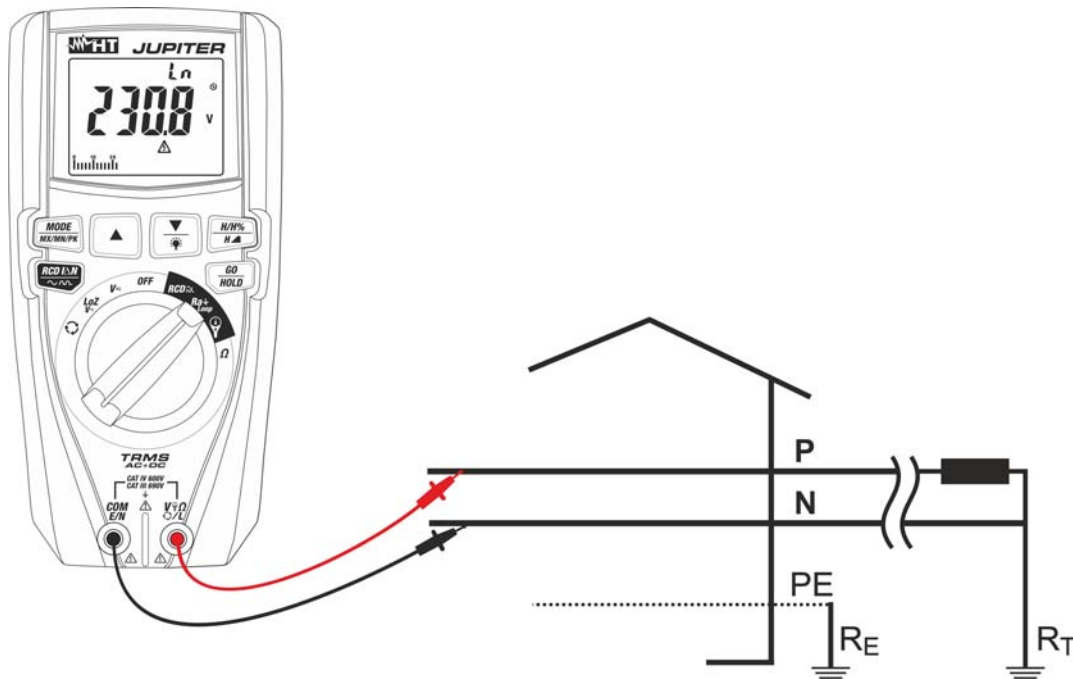

Abb. 26: Verwendung des Geräts zur Messung der Schleifenimpedanz Loop L-N mit Messleitungen
8. Zur Messung der Schleifenimpedanz L-N, falls Messleitungen benutzt werden, verbinden Sie den roten Leiter mit der Eingangsbuchse  $V_{\Omega} \text{L}$  und den schwarzen Leiter mit der Eingangsbuchse **COM/E/N**, und verbinden Sie das Gerät mit dem zu messenden Kreis (siehe Abb. 26). Der Spannungswert Phase-Neutral erscheint auf dem Display.